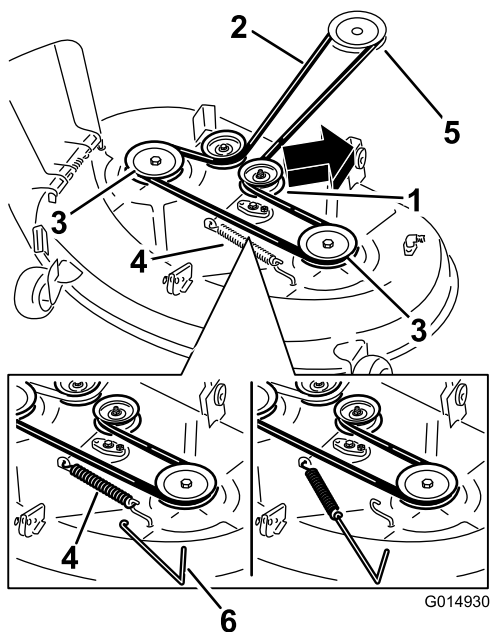
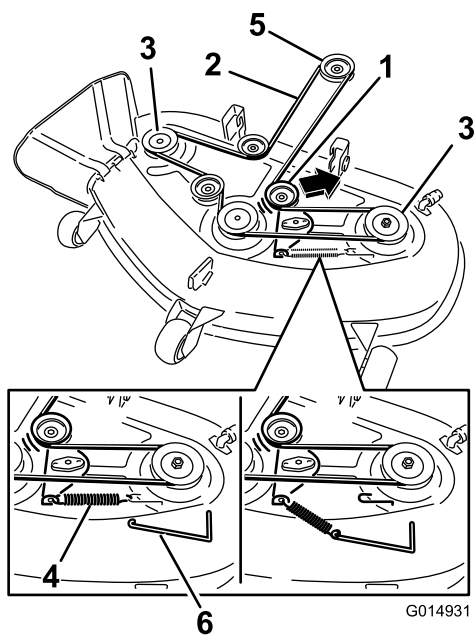

Figure 59
Figure 60
- À l'aide d'un outil de dépose de ressort (réf. Toro 92-5771), décrochez le ressort du crochet sur le tablier pour éliminer la tension sur la poulie de tension et déchaussez la courroie des poulies (Figure 59 et Figure 60).
5. Acheminez la courroie neuve autour de la poulie du moteur et des poulies du tablier de coupe (Figure 60).